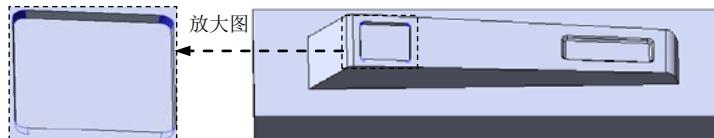

图 12.2.23 圆角 5
(4) 定义圆角的半径。在**圆角项目(1)** 区域的 文本框中输入圆角半径值 1.0，选取 **切线延伸(G)** 复选框。
(5) 单击 按钮，完成圆角 4 的创建。
Step13. 创建图 12.2.23 所示的圆角 5。
(1) 选择命令。选择下拉菜单 **插入(I)** → **特征(E)** → **圆角(U)...** 命令（或单击 按钮），系统弹出“圆角”对话框。